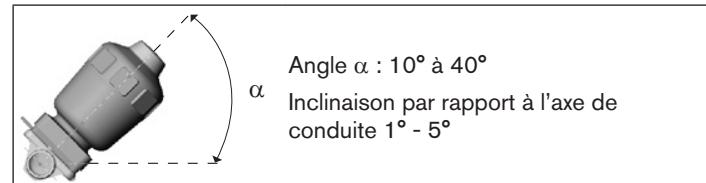

Fig. 2 : Montage pour permettre au corps de se vider automatiquement
- Monter le corps avec un angle d'inclinaison $\alpha = 10^\circ \text{ à } 40^\circ$ par rapport à l'horizontale (voir « Fig. 2 »).